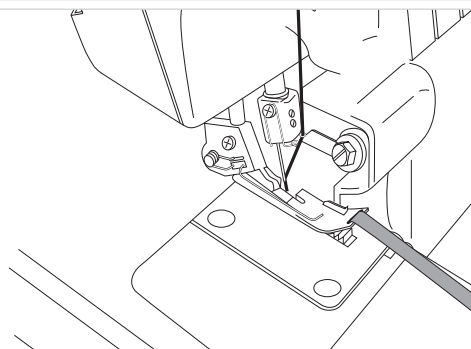

Bild 106
3. Dra tråd eller kypertband genom skåran framtill på pressarfoten **21** (bild 106).